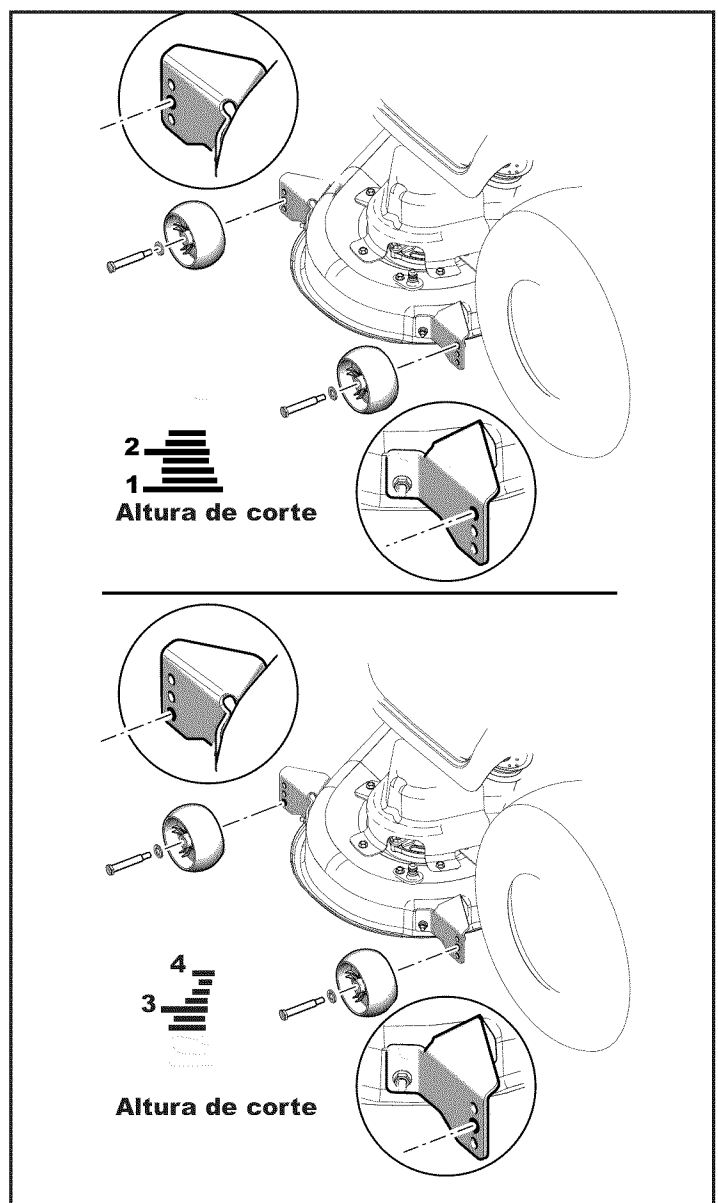

Figura 15
4. Ajuste las ruedas reguladoras delanteras y traseras según sea necesario (véase Figura 15).